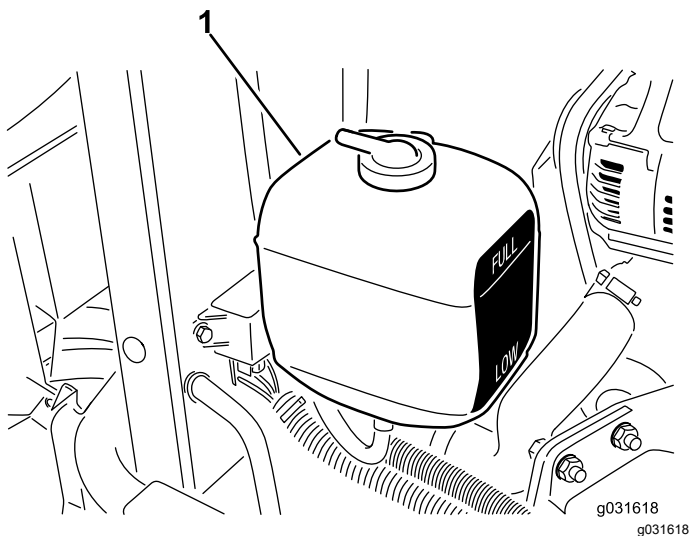

Figure 56
1. Vérifiez le niveau de liquide de refroidissement dans le vase d'expansion (Figure 56).